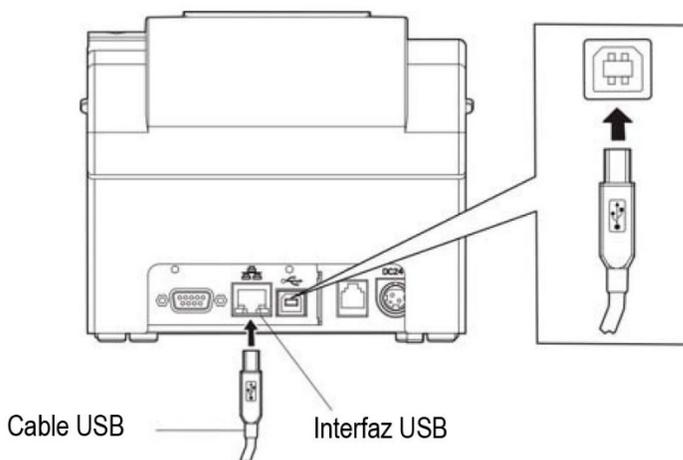

Figura 2-4 Conexión del cable USB
2. Conecte el extremo B del cable USB (lado cuadrado) en el conector de la interfaz USB de la impresora (Como se muestra en la Figura 2-4)